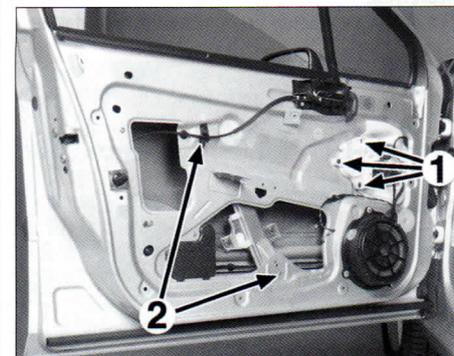

FIG. 26
Desmontar los tornillos de fijación (1) del motor de elevallas (fig. 26).